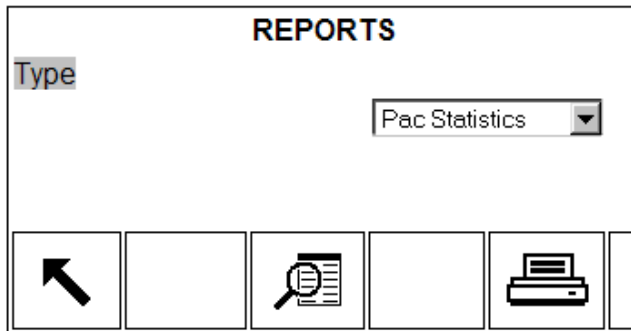

Abbildung D-1: Der Bildschirm „Berichte anzeigen“
1. Drücken Sie den Soffkey BERICHTE . Der Bildschirm **Berichtsauswahl** wird angezeigt (siehe Abbildung D-1). Angezeigt werden nur Tabellen, die Sie im Setup aktiviert haben. Die Taratabelle wird immer angezeigt.